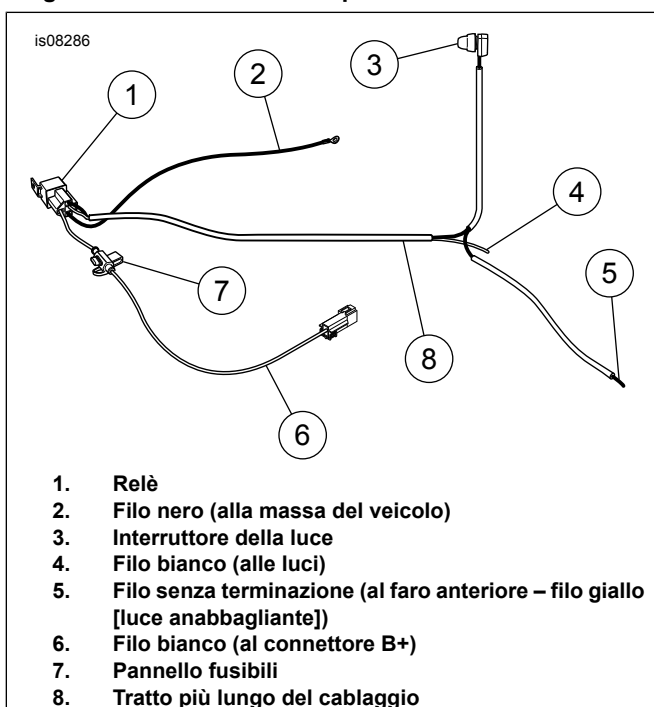
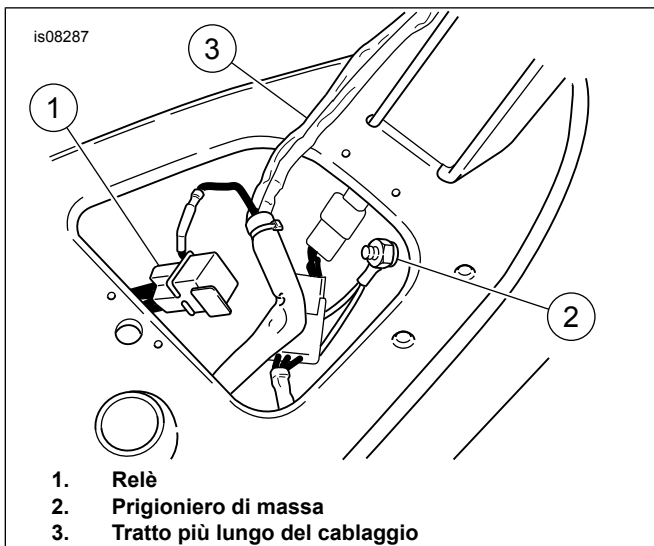
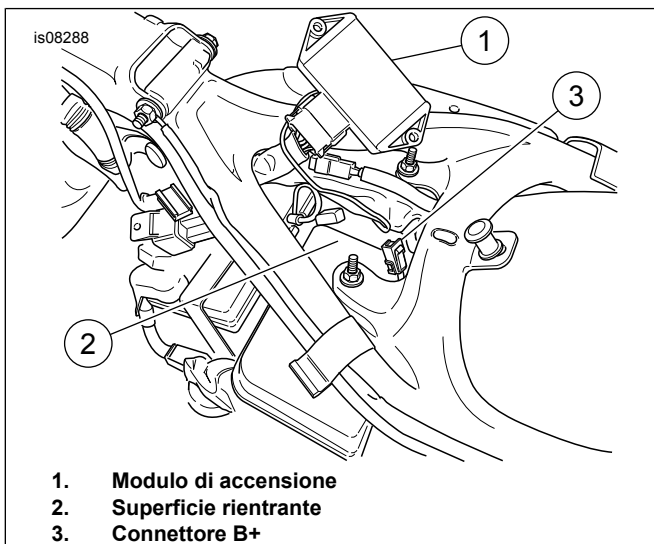

Figura 4. Identificazione dei componenti del cablaggio
Figura 5. Installazione del cablaggio (illustrato il modello Dyna)
Figura 6. Installazione del cablaggio (modelli 2004 ed anni successivi)
Vedere Figura 4 per individuare i componenti del cablaggio.
11. Vedere Figura 5. Installare il cablaggio. Porre il relè (1) nell'apertura nel fondo della sella e far passare il tratto più lungo del cablaggio (3) lungo il dorsale del telaio. **Modelli XL 2004 ed anni successivi:** Vedere Figura 6. Rimuovere i dadi che fissano il modulo di accensione (1) e riposizionare temporaneamente il modulo come mostrato. Collocare il relè nell'incavo (2) sul serbatoio dell'olio. Installare il modulo di accensione. Passare il tratto lungo del cablaggio lungo il dorsale del telaio. **Tutti i modelli 2003 ed anni precedenti:** Vedere Figura 4. Tagliare il connettore dal conduttore di alimentazione bianco e sostituirlo con il terminale ad anello fornito nel kit. Collegare il filo bianco con il terminale ad anello al terminale con il prigioniero di rame (BAT) dell'interruttore automatico generale. **Tutti i modelli 2004 ed anni successivi:** Collegare il filo bianco dotato di connettore al connettore B+ sul cablaggio della motocicletta.
12. Vedere Figura 4. Collegare il filo nero di massa (2) con il terminale ad anello al prigioniero di massa sotto la sella o a qualsiasi altro buon punto di massa. Fissare il cablaggio del kit ai cablaggi adiacenti con le fascette fermacavi (elemento 16) prese dal kit.
13. Vedere Figura 4. Far passare il cablaggio oltre il cannotto dello sterzo e far passare il tratto dell'interruttore della luce (3) del cablaggio lungo il lato sinistro del manubrio e fino al comando della frizione.